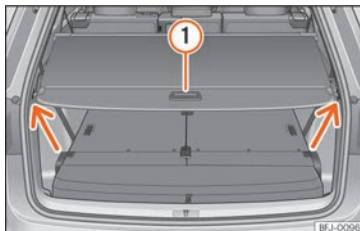

Fig. 115 Dans le coffre à bagages : plage arrière du coffre à bagages fermée.
- Tirez le cache légèrement vers l'arrière par le tireur » fig. 115 ① et retirez-le vers le haut de l'ancrage (flèches). Guidez soigneusement le cache vers l'avant.